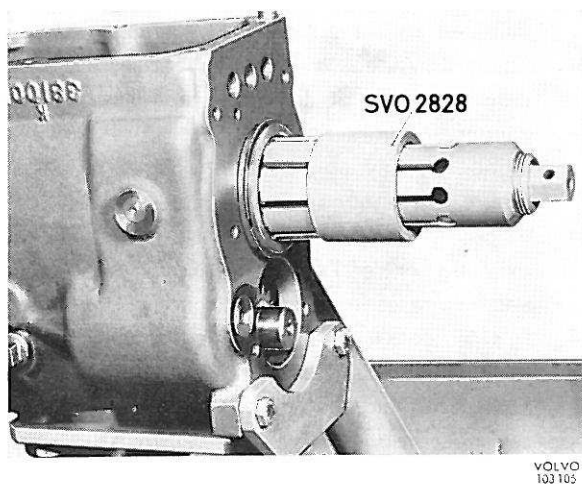
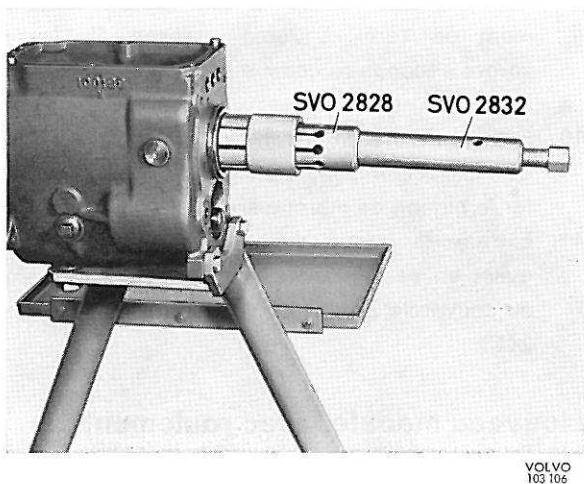

Figure 12. Démontage de roulement arrière d'arbre secondaire, M 400
Figure 13. Démontage de roulement arrière d'arbre secondaire, M 410
8. Démontez le pignon d'indicateur de vitesse. Extraire le roulement arrière d'arbre secondaire en se servant de l'extracteur 2828, voir figure 12. Au cas où le roulement reste coincé dans le carter de la boîte, repousser l'arbre secondaire vers l'avant. C'est alors que ses pignons et synchroneshs risquent de buter contre les pignons d'arbre intermédiaire. Pour empêcher ceci, on peut mettre un fer plat par exemple entre l'extrémité avant de l'arbre secondaire et le carter de la boîte. Pour boîte M 410 : enlever la vis de l'extracteur 2828 et la remplacer par l'extracteur 2832. Extraire ensuite le roulement arrière de la même manière que pour la boîte M 400, voir figure 13.